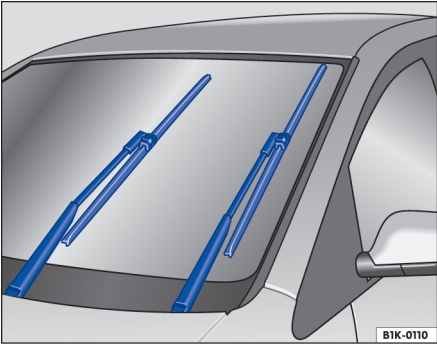

图 239 处于保养位置的刮水片
- 将风窗玻璃刮水器拨杆向下拨至点动刮水位置。使刮水器处于保养位置。→ 图 239